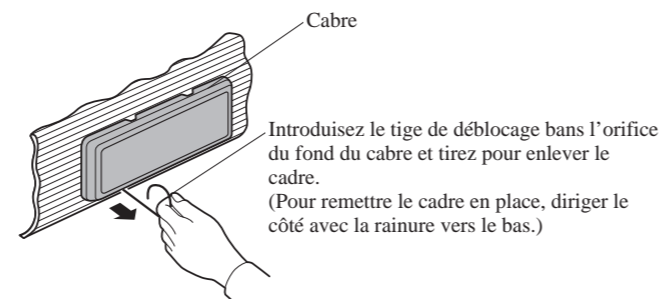
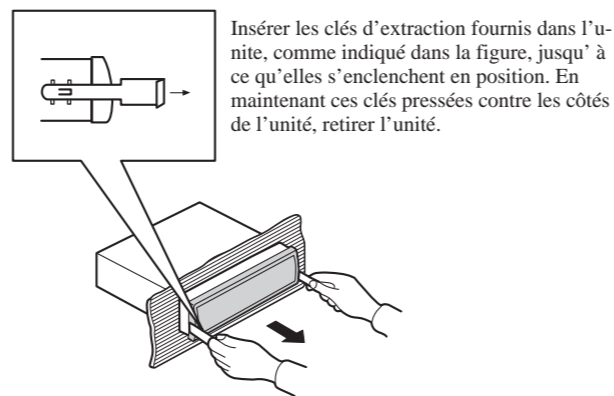

Fig. 5
Fig. 6
**Dépose de l'unité (Fig. 5) (Fig. 6)**